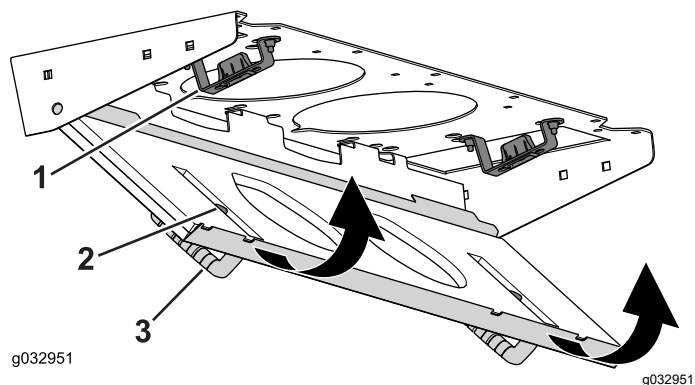

Figure 86
4. Faites pivoter le filtre sur les languettes jusqu'à ce que le pêne s'enclenche dans la gâche (Figure 86).